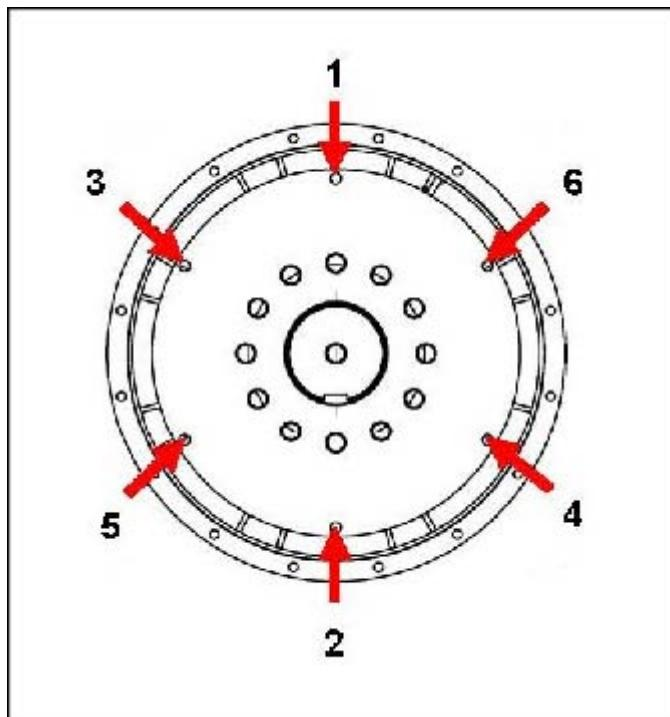

РИС. 19. ПОСЛЕДОВАТЕЛЬНОСТЬ КРЕПЛЕНИЯ К МАХОВИКУ
10. Затяните болты крепления диска муфты к маховику, соблюдая последовательность, указанную в Рис. 19 на стр. 43